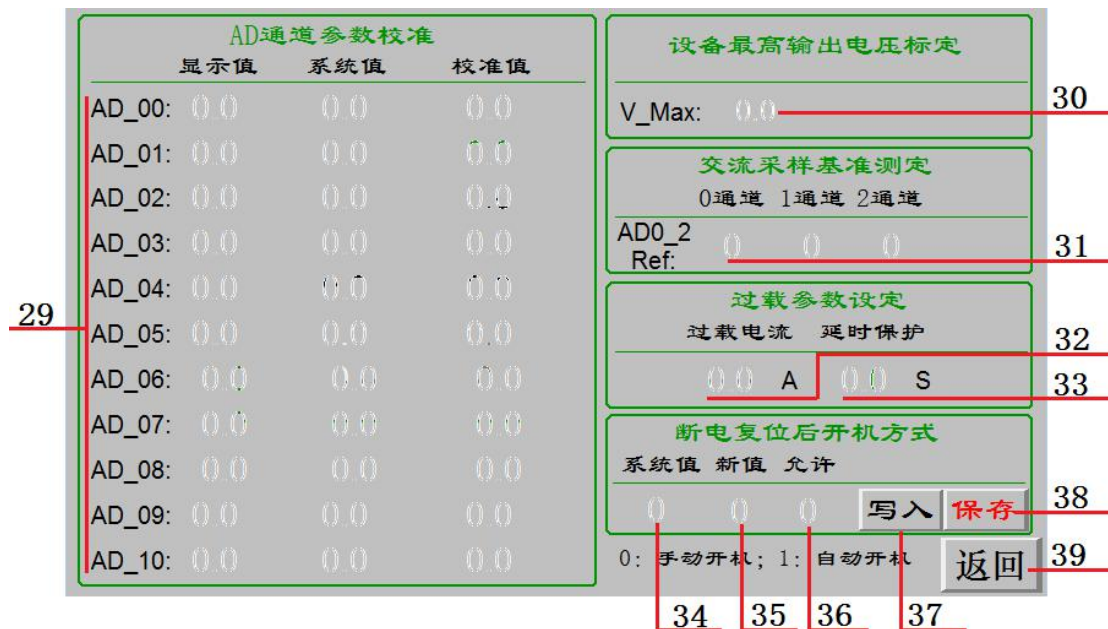

图 13 用户参数设定界面
5.3、触摸屏用户参数设定界面如图 13 所示、定义如下表：